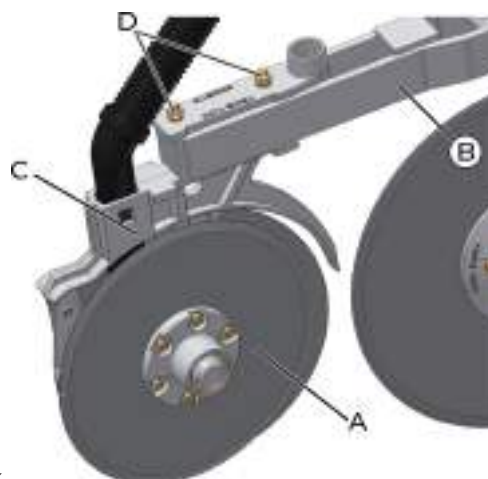

fig. 114
Formado por um conjunto de discos duplos desencontrados de 15" e 15" (A) e montados na estrutura da linha (B) por meio do suporte dos discos (C) com o fixador (D). O suporte e o fixador são presos por parafusos, porcas e arruelas (*fig. 114*).